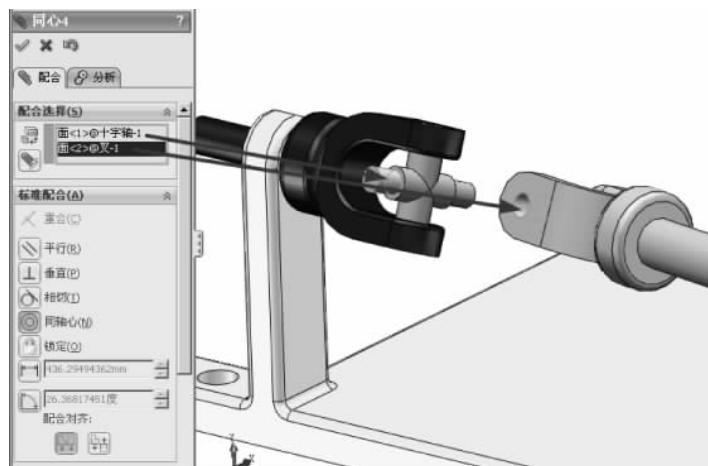

图 3-64 同轴心配合
(2) 单击【装配体】工具栏中的【配合】按钮 ，弹出【配合】的属性设置。选择【标准配合】选项组下的【同轴心】配合类型 ，在【要配合的实体】选择框  中选择如图 3-64 所示的面，其他保持默认，单击【确定】按钮 ，完成同轴心的配合。